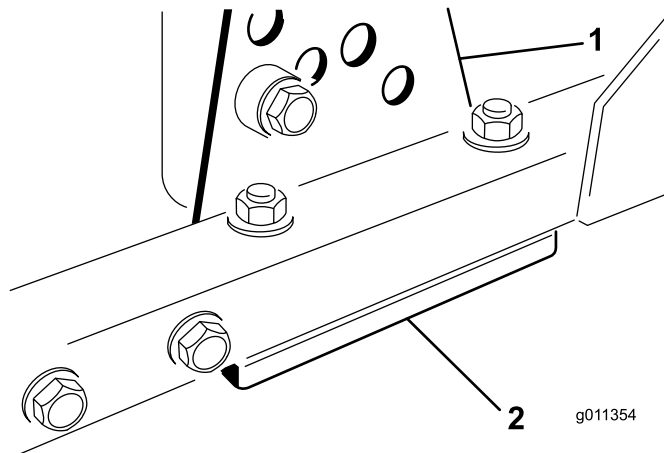

Figura 13
1. Togliete la staffa dell'altezza di taglio (anteriore, sinistra o destra) dal telaio del piatto di taglio (Figura 13).
2. Regolate gli spessori di 1,5 mm e/o 0,76 mm fra il telaio del piatto di taglio e la staffa per ottenere l'impostazione dell'altezza desiderata (Figura 13).